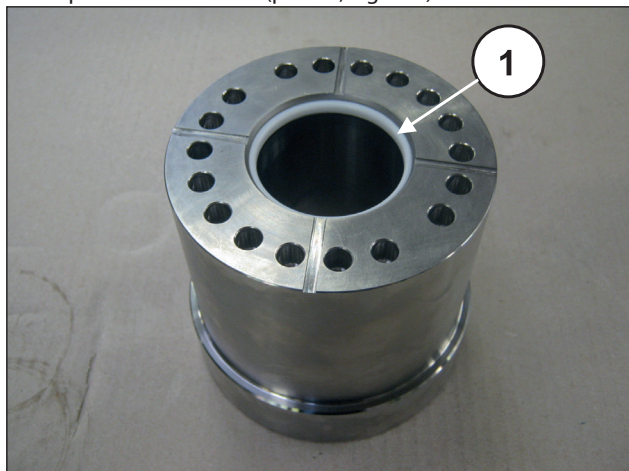

Fig. 195
Insira o suporte da junta de estanqueidade na junta de estanqueidade da camisa (pos. ①, Fig. 195).